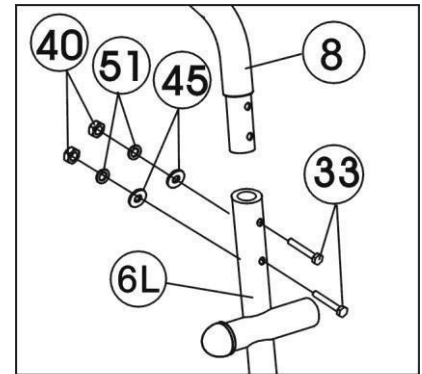

Figure 9
Befestigen Sie den linken Lenker (8) an der linken Lenkerhalterung (6L) mit vier Sätzen M8x40 Schrauben (33), $\Phi 8$ Bogenscheiben (45), $\Phi 8$ Federscheiben (51) und M8 Hutmuttern (40). Führen Sie die oben genannten Schritte aus, um den rechten Lenker (11) an der rechten Lenkerhalterung (6R) zu montieren. (Siehe Abbildung 9)